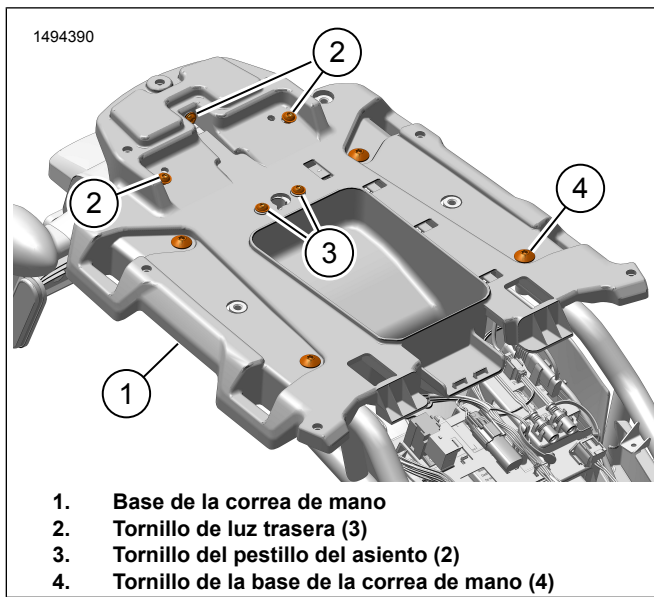

Figura 6. Instale la base de la correa de mano
- a. Consulte la Figura 6. Instale los tornillos del pestillo del asiento (3). Apretar.
- a. Consulte la Figura 6. Instale los tornillos de la luz trasera (2). Apretar.
4. Consulte la Figura 6. Instale la base de la correa de mano (1).
- a. Instale los tornillos de la base de la correa de mano (4). Apretar.